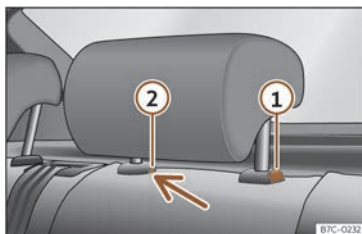

Fig. 101 Reposacaps del darrere:desmuntatge.
- Premeu la tecla»» **fig. 101 ①** i, prement alhora per l'orifici del fiador **②** amb un tornavís pla de màxim 5 mm d'amplada, traieu el reposacaps.